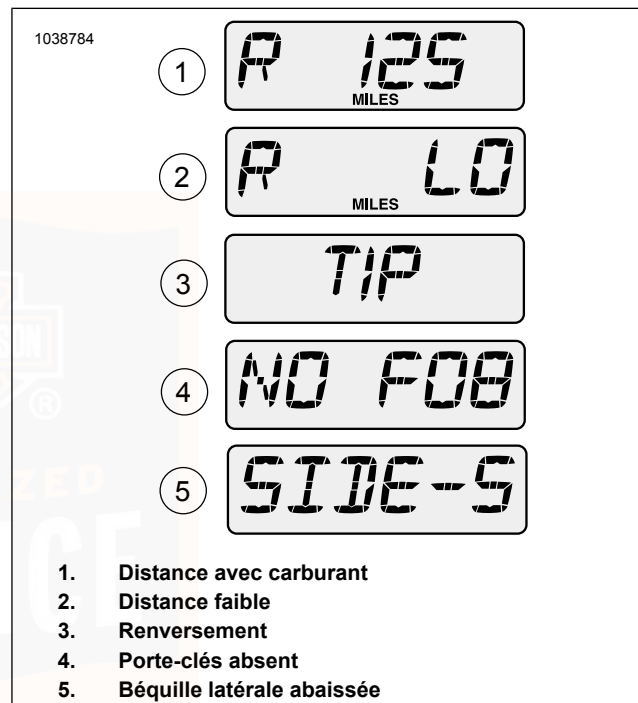

Figure 30. Affichages de la fenêtre du compteur kilométrique
Voir Figure 30. L'affichage de la distance avec carburant (1) indique le kilométrage approximatif pouvant être parcouru avec la quantité de carburant qui reste dans le réservoir de carburant.
Voir Figure 30. Lorsque la distance avec carburant restante atteint environ 10 miles ou 10 kilomètres, le message « R
Voir Figure 30. Si la moto est renversée, le mot « TIP » (3) s'affiche dans la fenêtre du compteur kilométrique. Le moteur ne peut pas démarrer tant qu'il n'est pas réinitialisé.
Voir Figure 30. Si la moto est conduite sans porte-clés, le message « NO FOB » (Porte-clés absent) (4) s'affiche temporairement dans la fenêtre du compteur kilométrique dès que la moto commence à se déplacer.
Voir Figure 30. Sur les modèles internationaux (HDI) un message « SIDE-STAND » (5) défile sur l'affichage si une vitesse est engagée sur la moto alors que la béquille latérale est abaissée. Voir Utilisation de la béquille latérale (Page 46).